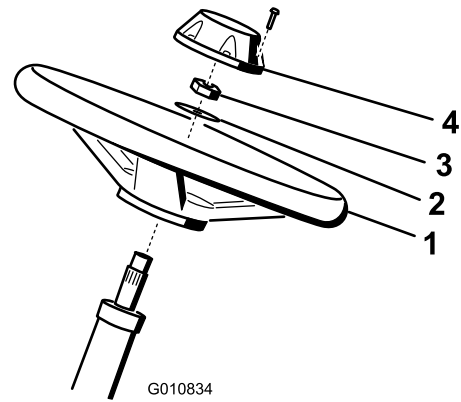

Bild 5
- Schieben Sie das Lenkrad auf die Lenkwelle (Bild 5).
- Schieben Sie die Scheibe auf die Lenkwelle (Bild 5).
- Befestigen Sie das Lenkrad mit einer Sicherungsmutter an der Welle und ziehen es auf 27-35 N·m an (Bild 5).
- Setzen Sie den Deckel auf und befestigen ihn mit sechs Schrauben am Lenkrad (Bild 5).